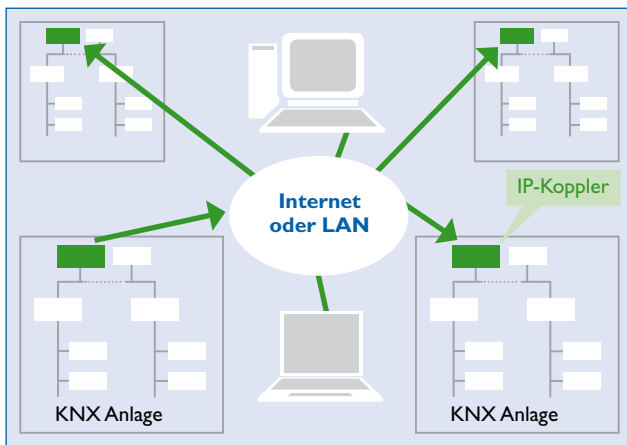

Bild 25. Routing
- **Routing:** Ziel ist die Weiterleitung von KNX Telegrammen über ein Ethernet (Bild 25). Telegramme werden hierbei einerseits zwischen KNX Twisted-Pair-Installationen hin und her geschickt, um z.B. zwei Anlagenteile über eine vorhandene Ethernet-Strecke zu verbinden.